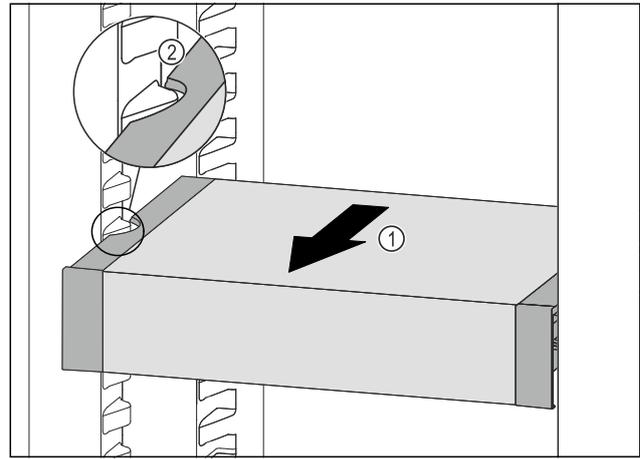

Fig. 50
- ▶ VarioSafe nach vorne ziehen Fig. 50 (1), bis sich die seitlichen Aussparungen des VarioSafes auf Höhe der Behälterrippe im Kühlteil befinden. Fig. 50 (2)